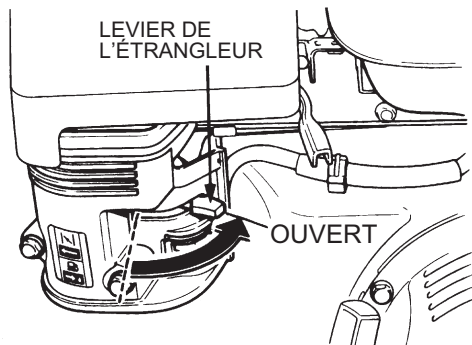

Figure 18. Levier de l'étrangleur (Ouvert)
- Si l'étrangleur a été bougé à la position "**FERMÉ**" pour démarrer le moteur, le bouger graduellement à la position "**OUVERT**" (figure 18) à mesure que le moteur se réchauffe. Si le moteur n'a pas démarré, répéter les étapes 1 à 6.